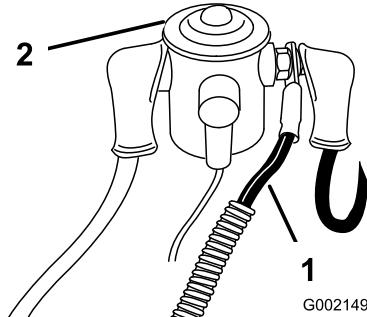

Figura 6
10. Collegate il filo rosso dell'alimentazione al lato sinistro del solenoide (Figura 6), collocato sotto il sedile.